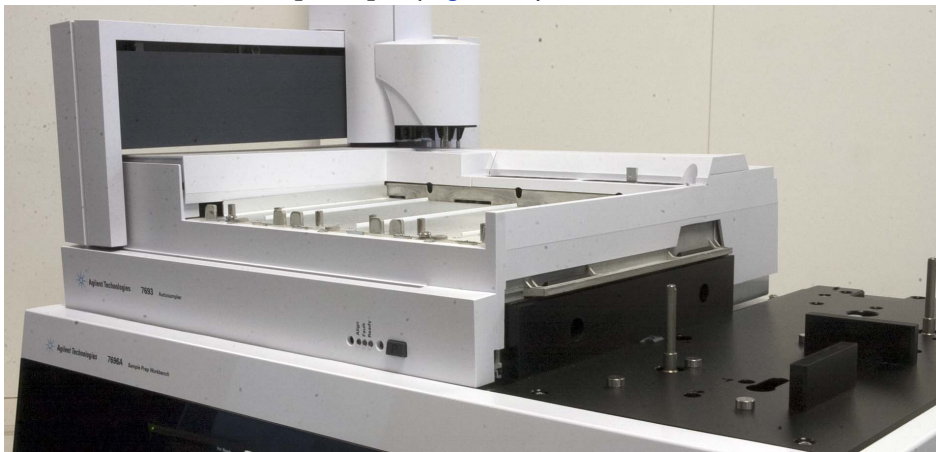

Figura 13 Colocación de la bandeja de muestras de forma uniforme en la base de la estructura principal
- 2 Asegúrese de que la bandeja de muestras se asiente de forma uniforme en la base de la estructura principal (Figura 13).